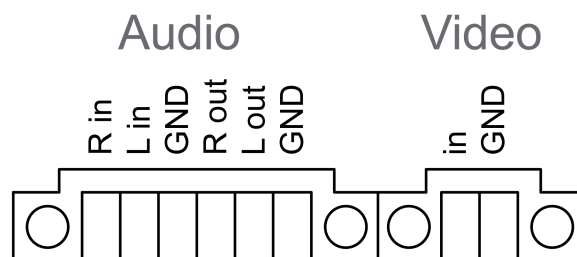

Рисунок 6: Распределение разъемов для аудио- и видео-соединений
- Подключите сетевое напряжение **L** и **N** на клемму (33).
- Control 9 KNX: подключение провода шины KNX к клемме (31).
- Подключить аудио-приборы к клемме (35)(рисунок 6).
- Подключить виде-оприбор к клемме (рисунок 6)(36).